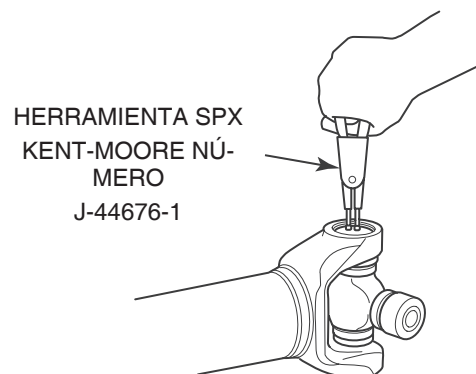

Figura 8.7
1. Para retirar aros elásticos, use pinzas apropiadas. Figura 8.7.